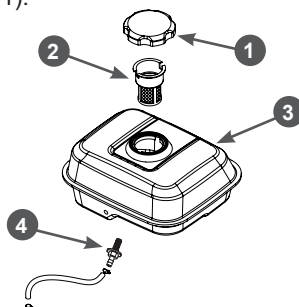

Рис. 21. Топливный бак и топливные фильтры
В топливном баке установлены два сетчатых топливных фильтра. Один фильтр устанавливается в заливной горловине топливного бака. Второй фильтр конструктивно объединен со штуцером топливного бака и установлен внутри бака (Рис. 21).
Каждые 300 часов работы или один раз в год в зависимости от того, что наступит раньше, необходимо производить очистку топливного бака от грязи и конденсата. Перед этим рекомендуется полностью выработать топливо. Одновременно с очисткой топливного бака необходимо проверять и очищать фильтр 4, установленный внутри бака (Рис. 21). Поврежденный или сильно загрязненный фильтр необходимо заменить.
3. Выкрутите из топливного бака выходной штуцер 4 и произведите его очистку (Рис. 21). Внимательно осмотрите сетчатый фильтр. При обнаружении механических повреждений замените штуцер топливного бака.